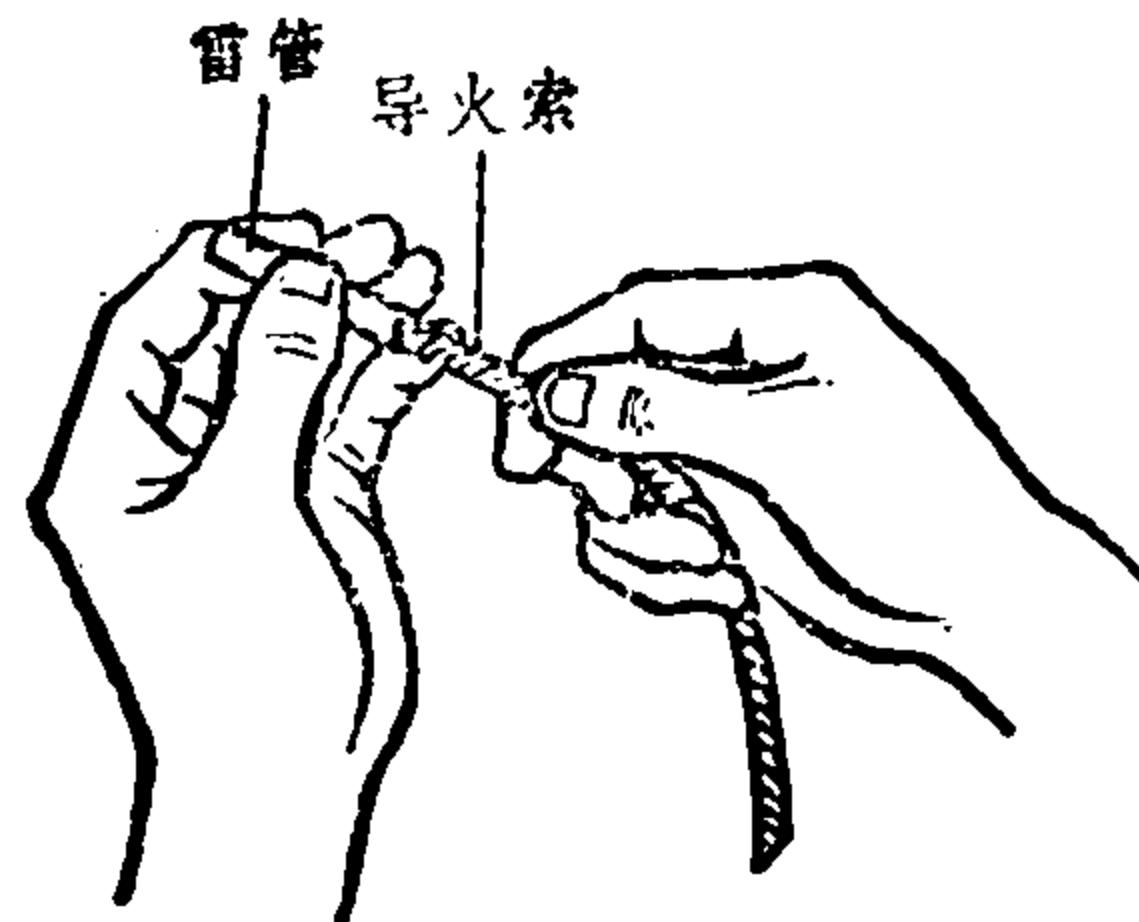

图9 将导火索插入雷管
3. 将导火索插入雷管（图9）插入时，使导火索与加强帽接触为止，不要用力过大，不准挤压和转动导火索或雷管，以免引起爆炸。